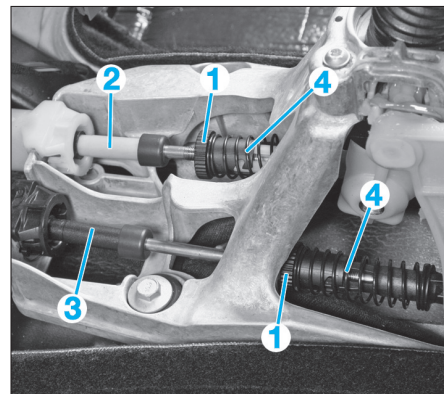

FIG. 6
- Repousser les agrafes de sécurité (1) en arrière (vers la planche de bord) et les bloquer dans cette position en les tournant sur la droite (Fig.6).
- Tourner les agrafes de sécurité (1) vers la gauche (Fig.6). Les câbles (2) et (3) sont alors bloqués automatiquement.
- Déposer la bague de réglage (6).